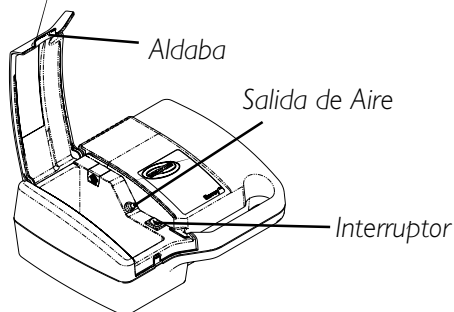

FIGURA 1 - UBICACIÓN DE LA SALIDA DE AIRE
4. Conecte y asegure bien una punta del tubo en la salida de aire del aparato (**FIGURA 1**).